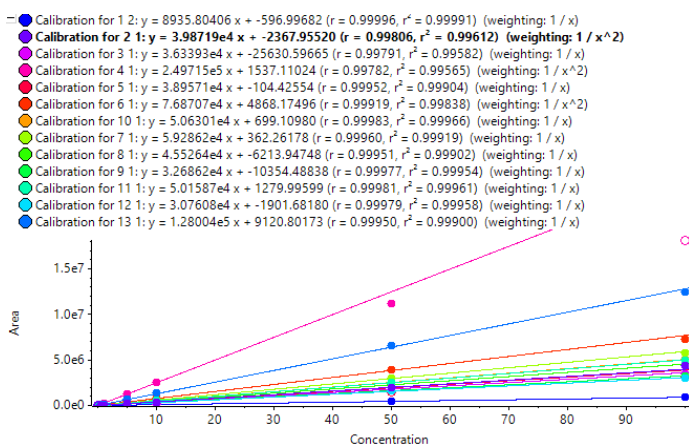

图3. 各亚硝酸胺线性。
3.1 水中13种亚硝胺类化合物的线性曲线（图3），线性良好（ $r^2 > 0.99$ ）